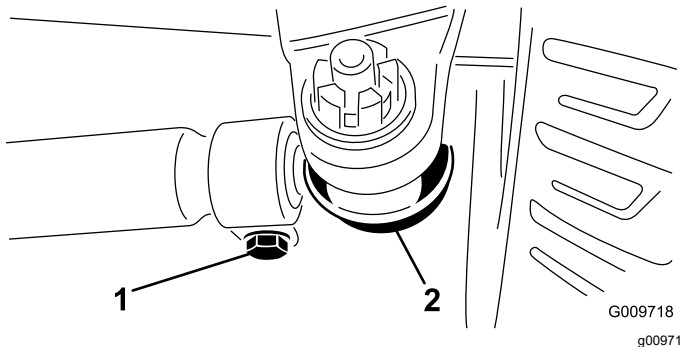

Figura 70
2. Para ajustar, retire la claveta y la tuerca de cualquiera de las articulaciones esféricas de la biela (Figura 70). Retire la rótula de la biela del soporte del cojinete del eje.
3. Afloje las abrazaderas en ambos extremos de las bielas (Figura 70).